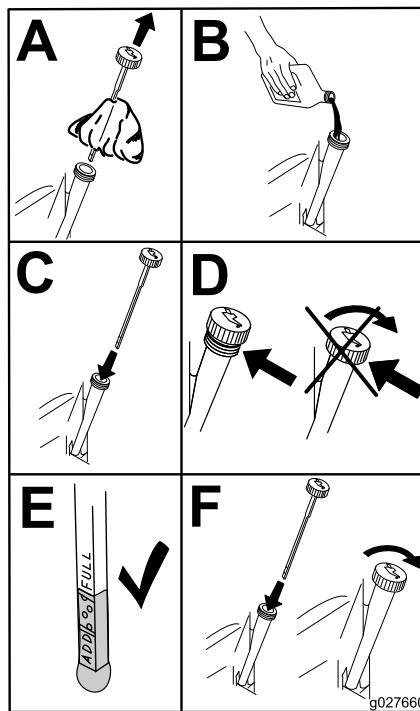

Bild 45
5. Gießen Sie langsam ungefähr 80 % der angegebenen Ölsorte in den Einfüllstutzen und füllen Sie dann vorsichtig mehr Öl ein, um den Ölstand an die **Voll**-Marke zu bringen (Bild 45).